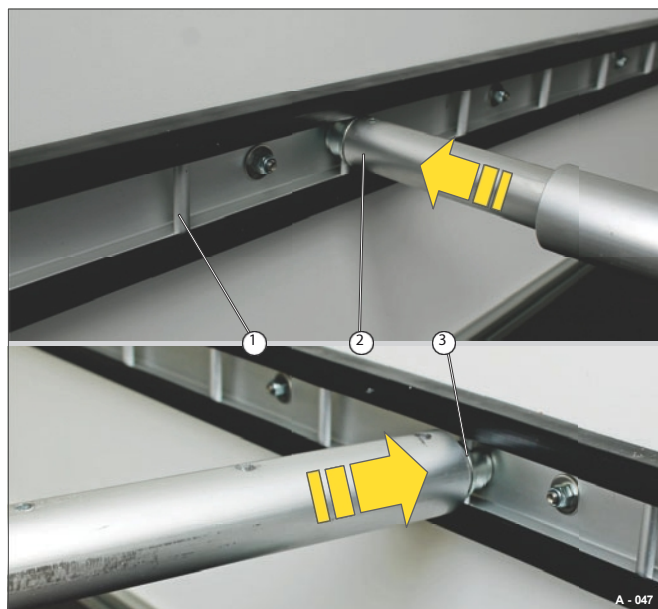

Fig. 47 Föra in låsbygeln
- Placera teleskopändstycket (Fig. 47/2) med ändtappen (Fig. 47/3) på stången (Fig. 47/1).